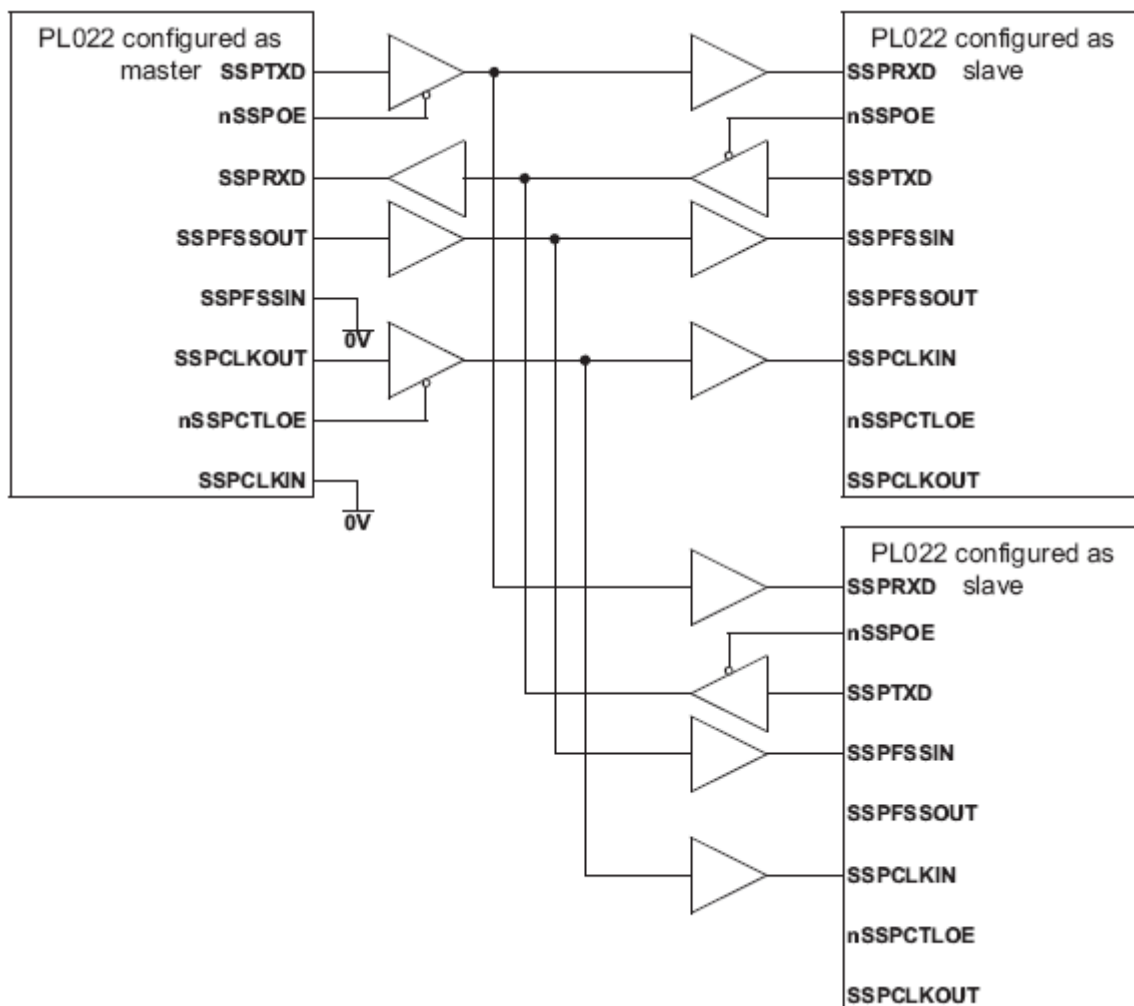
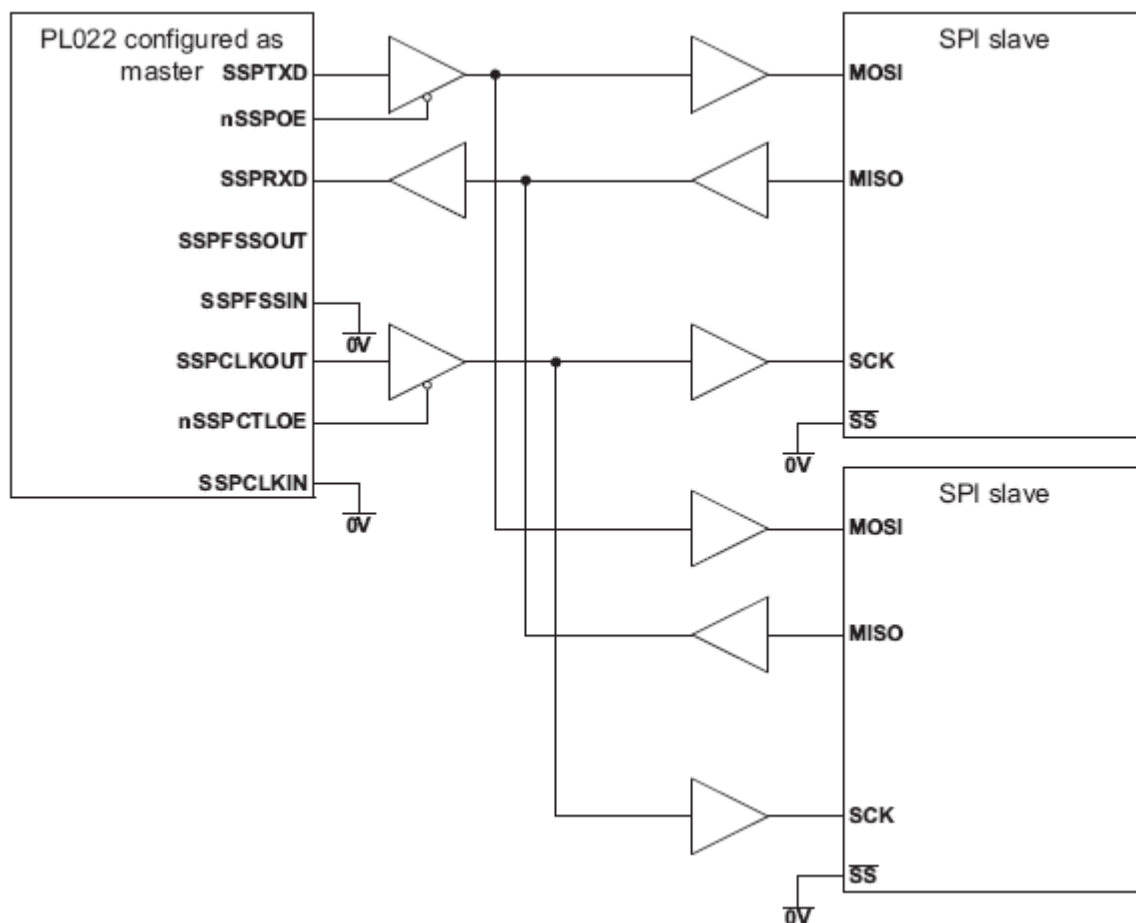
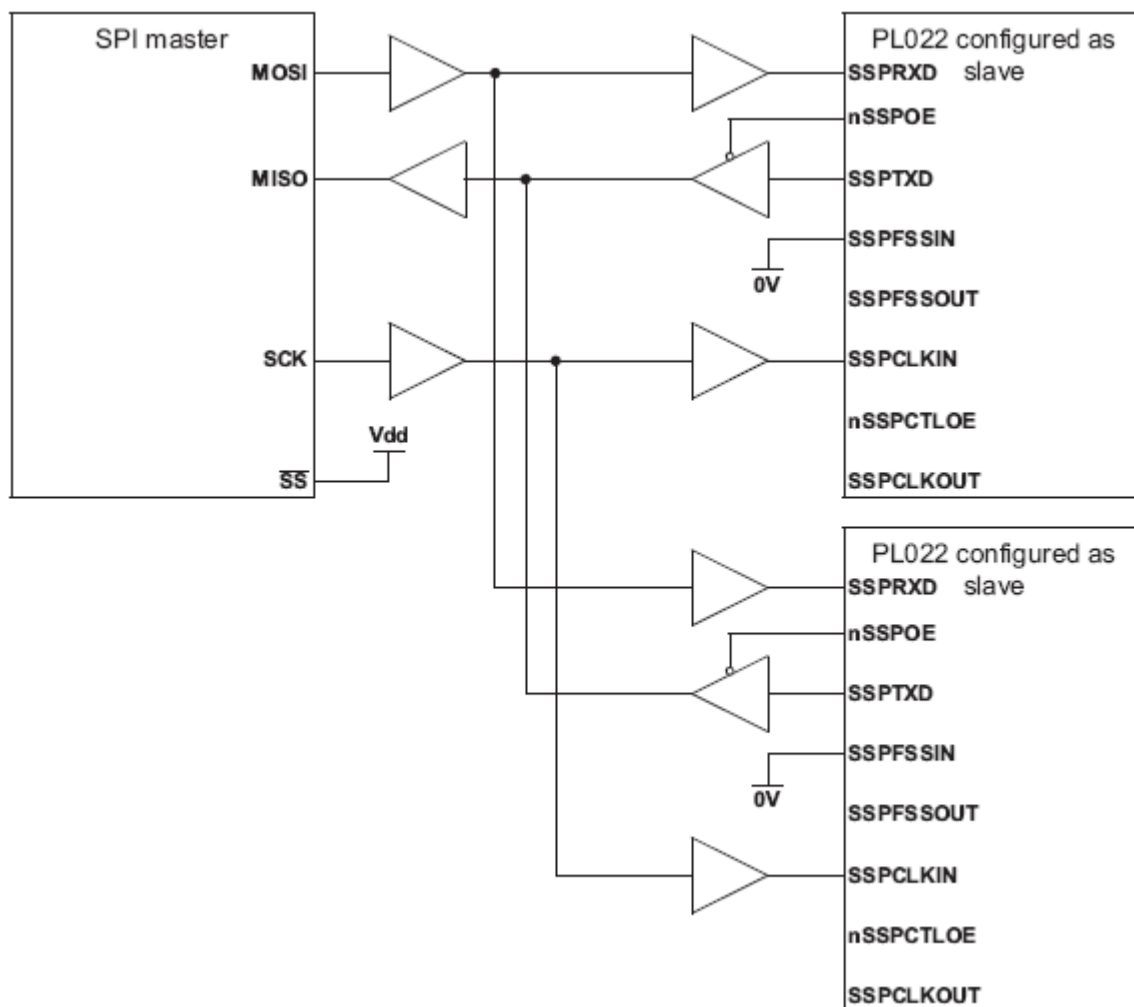

Рисунок 111 – Ведущее устройство SSP подключено к двум ведомым
Рисунок 112 – Ведущее устройство SSP подключено к двум ведомым, поддерживающим SPI
Рисунок 113 – Ведущее устройство, протокол SPI, подключено к двум ведомым модулям SSP
Рисунок 111, Рисунок 112, Рисунок 113 показывают варианты подключения модуля PrimeCell SSP (PL022) к периферийным устройствам, работающим в ведущем или ведомом режиме.
Рисунок 111 показывает совместную работу трех модулей SSP, один из которых сконфигурирован в качестве ведущего, а два – в качестве ведомых устройств. Ведущее устройство способно передавать данные циркулярно в адрес двух ведомых по линии SSPTXD.
Рисунок 112 показывает подключение модуля SSP, сконфигурированного как ведущее устройство, к двум ведомым устройствам, поддерживающим протокол SPI фирмы Motorola. Внешние устройства сконфигурированы как ведомые путем установки в низкий логический уровень сигнала выбора ведомого устройства Slave Select (SS). Как и в предыдущем примере, ведущее устройство способно передавать данные в адрес ведомых циркулярно по линии SSPTXD. Ответная передача данных на входную линию SSPRXD ведущего устройства одновременно осуществляется только одним из ведомых по соответствующей линии MISO.
Рисунок 113 показывает ведущее устройство, поддерживающее протокол SPI фирмы Motorola, соединенное с двумя модулями SSP, сконфигурированными для работы в ведомом режиме. Линия Slave Select (SS) ведущего устройства в этом случае установлена в высокий логический уровень. Ведущее устройство осуществляет передачу данных по линии MOSI циркулярно в адрес двух ведомых модулей.